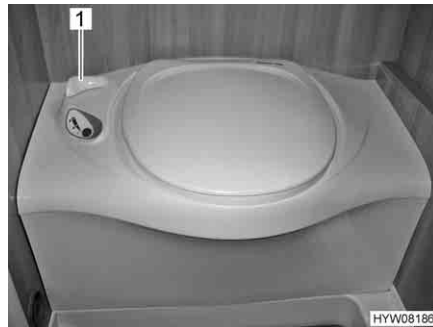

Bild 170 Thetford-toalett
- Öppna spjället på Thetford-toaletten före spolning. Därtill vrids spjällspaken (Bild 170,1) moturs.
- Efter spolning stängs spjället. Därtill vrids spjällspaken (Bild 170,1) medurs.